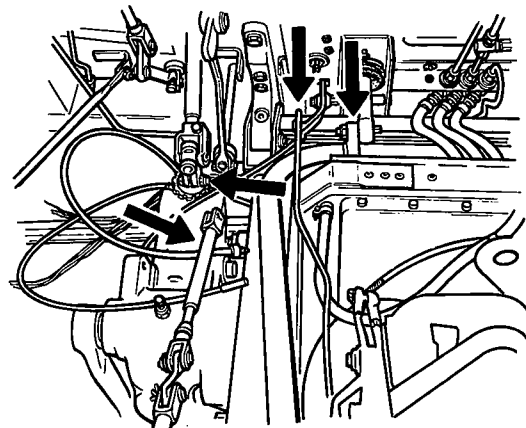

Fig. 3
20. Neem de drukstang los van het voetrempedaal (fig. 3).
21. Neem de trekstang los van de hefboom van het acceleratiepedaal (fig. 3).
22. Verwijder de bevestigingsbout uit de onderste helft van de kruiskoppeling in de stuuras. Neem de kruiskoppeling los van het stuurhuis (fig. 3).
23. Neem de schakelstang los van de versnellingshandle (fig. 3).